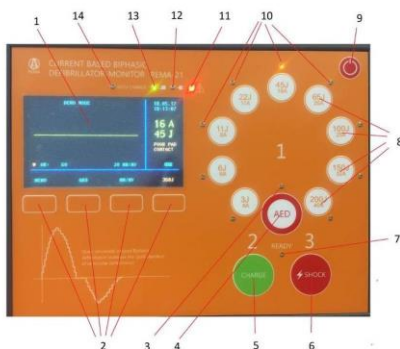

Рисунок 4. Елементи індикації та управління на передній панелі:
10.19 Зарядження *накопичувача енергії дефібрилятора* до напруги, що відповідає значенням, які встановлені *органом обирання*, здійснюється при натисканні кнопки ЗАРЯД на передній панелі *дефібрилятора* (стор. 11, рисунок 4, поз. 5), або після натискання кнопки на електроді АРЕХ (далі – натискання кнопки ЗАРЯД) (стор.12, рисунок 5, поз.2).
10.20 Розряд *дефібрилятора* на пацієнта через електроди для дефібриляції здійснюється лише після зарядження *накопичувача* при натисканні кнопки РОЗРЯД на передній панелі *дефібрилятора* (стор.11, рисунок 4, поз. 6), або обох кнопок РОЗРЯД на електродах «Рука – Рука» для дорослих (стор. 12, рисунок 5, поз.1 та 2).
Напруга та відповідна енергія, до якої заряджається *накопичувач*, визначається значенням, яке встановлене на *Органі обирання* (стор.13, рисунок 4 поз. 8.).
Значення «20 А – 65 Дж», яке встановлюється автоматично при вмиканні електроживлення *дефібрилятора*, може бути змінено оператором натисканням одної з кнопок *органу обирання* (стор.13, рисунок 4, поз.8) на панелі *дефібрилятора*, або натисканням однієї з кнопок "+" або "-" на корпусі електрода АРЕХ (стор.14, рисунок 5, поз. 3). Зміну значення «20 А – 65 Дж» на інше значення оператор може зробити як до початку зарядження *накопичувача*, так і після того, як завершився процес заряду *накопичувача*. Якщо накопичувач, попередньо заряджений до одного із
При закінченні самотестування індикатор результату самотестування на передній панелі (стор.13, рисунок 4, поз.11) почне світитися, відповідно, зеленим або червоним кольором, а електроживлення *дефібрилятора* автоматично вимкнеться. Індикатор результату самотестування буде продовжувати світити в імпульсному режимі після автоматичного вимкнення електроживлення *дефібрилятора*.
14.1 Заряд акумулятора відбувається від вмонтованого в *дефібрилятор* зарядного модуля автоматично, при під'єднанні *дефібрилятора* до мережі. При заряджанні акумулятора світяться індикатори "МЕРЕЖА" (стор.13, рисунок 4, позиція 12) та індикатор заряду акумулятора (стор.13, рисунок 4, позиція 14). Коли акумулятор зарядиться повністю, індикатор заряду акумулятора вимкнеться.
від’єднати кабель електроживлення від мереженої розетки та натиснути кнопку  (стор.11, рисунок 4, позиція 9) на передній панелі *дефібрилятора*
дефібрилятора (стор.11, рисунок 3) та натисніть кнопку  на передній панелі *дефібрилятора* (стор.11, рисунок 4, поз. 9);